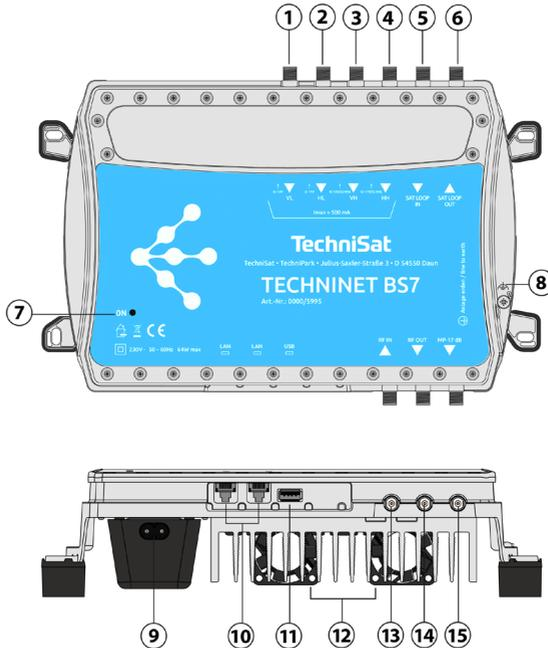

Abb. 6.1-1: Bedienelemente und Anschlüsse
1. Schließen Sie eine Potenzialausgleichs-Leitung (Cu, $\geq 4 \text{ mm}^2$) an der Erdungsschraube an; siehe ⑧ in Abb. 6.1-1 auf Seite 5.
3. Schließen Sie HF-Signalleitungen für Satelliten-ZF und Ausgang an; siehe Abb. 6.1-1 auf Seite 5.